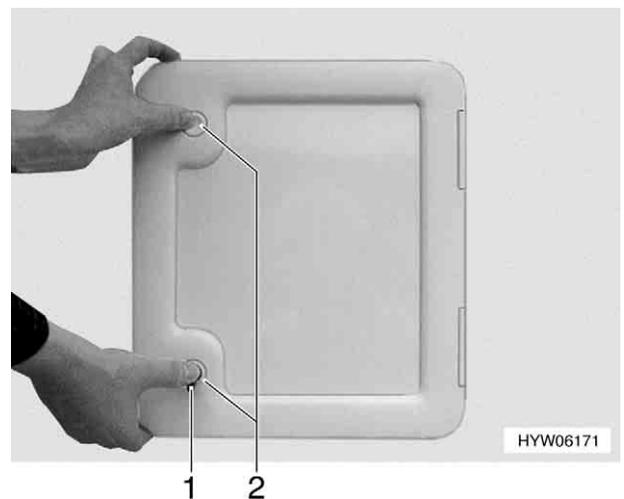

Bild 31 Toilettenklappe
- Schlüssel in Schließzylinder (Bild 31,1) des Druckschlösses stecken und eine viertel Umdrehung drehen.
- Beide Druckschlösser (Bild 31,2) gleichzeitig mit dem Daumen drücken und Außenklappe öffnen.
- Schlüssel in Schließzylinder (Bild 31,1) stecken und eine viertel Umdrehung drehen.